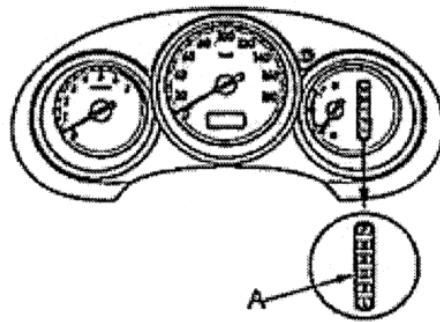

Рис. 8. Панель управления для моделей без режима ручного изменения передаточного отношения
1. Функция самодиагностики встроена в электронный блок управления. С помощью индикатора А (рис. 8) система может предупредить водителя о возникшей в вариаторе неисправности (табл. 1).